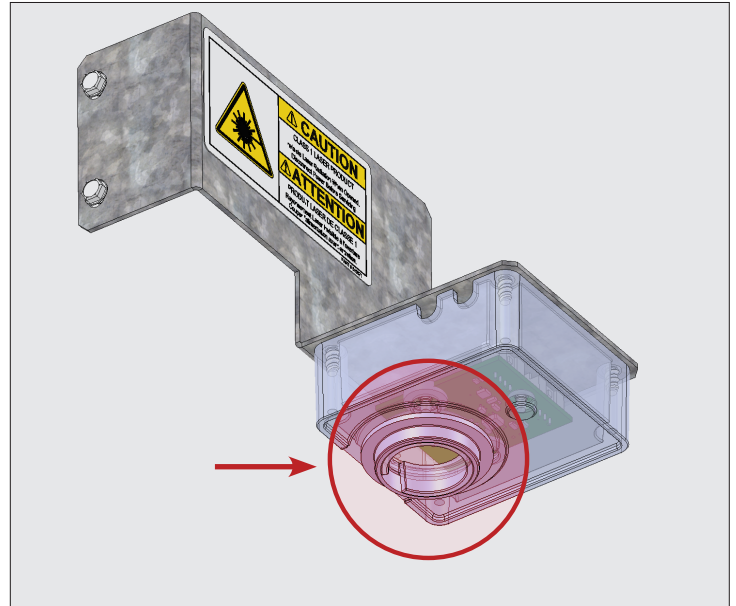

Figure 2. Emplacement de montage de la lentille du capteur de niveau de glaçons.
4. Tirez l'ensemble vers l'extérieur et retournez-le de haut en bas pour accéder à l'objectif. Voir Fig. 2.